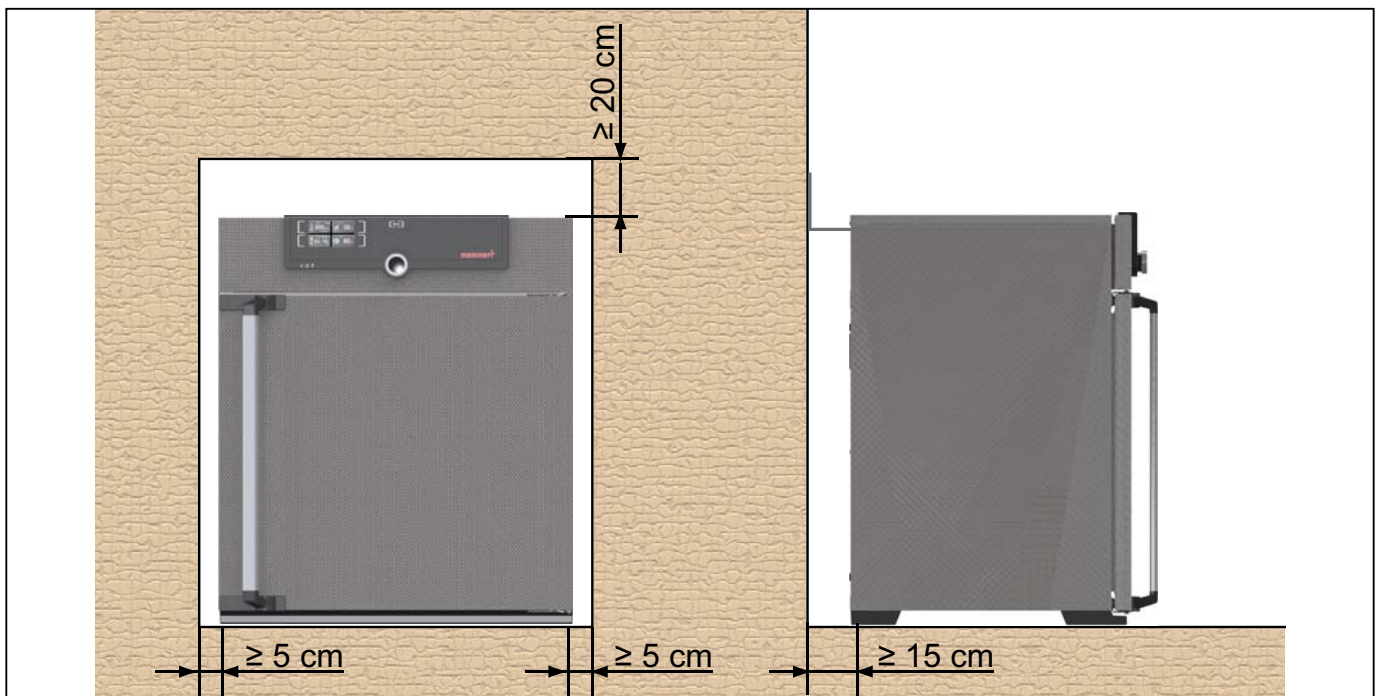

Fig. 8 Minimumsafstande til vægge og loft
Der skal være en afstand på mindst 15 cm mellem væggen og enhedens bagside. Afstanden til loftet må ikke være under 20 cm, og afstanden til væggen eller en anden enhed må ikke være under 5 cm (Fig. 8). Det skal principielt sikres, at der er tilstrækkelig luftcirkulation omkring enheden.
2. Bøj tippetrikningen 90° opad ved den ønskede vægafstand (overhold minimumsafstanden til væggen, se Fig. 8).